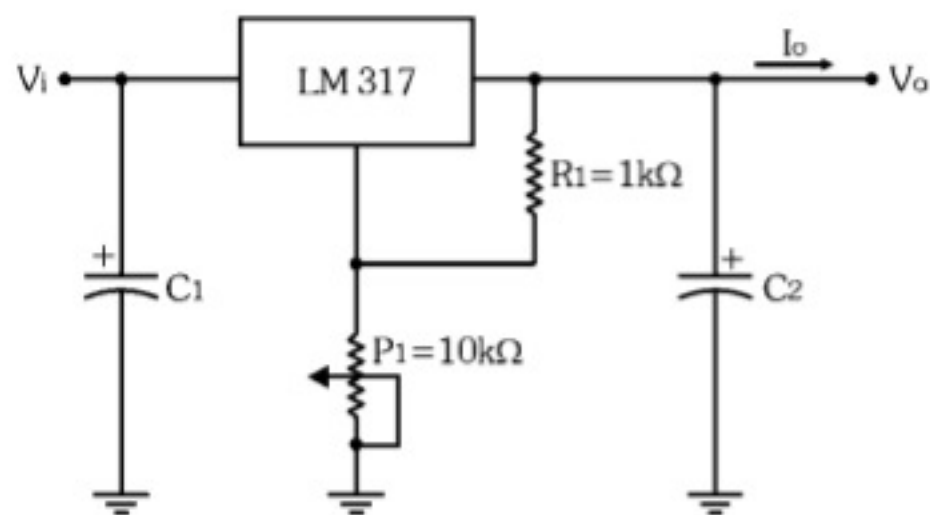

Figura 4.27 - Circuito de saıda da fonte de tenso varivel.
4.4) Calcule  $V_{om\acute{i}n}$  e  $V_{om\acute{a}x}$  para a fonte de alimentao varivel mostrada na Figura 4.27, considerando-se  $V_i = 18V \pm 10\%$ .